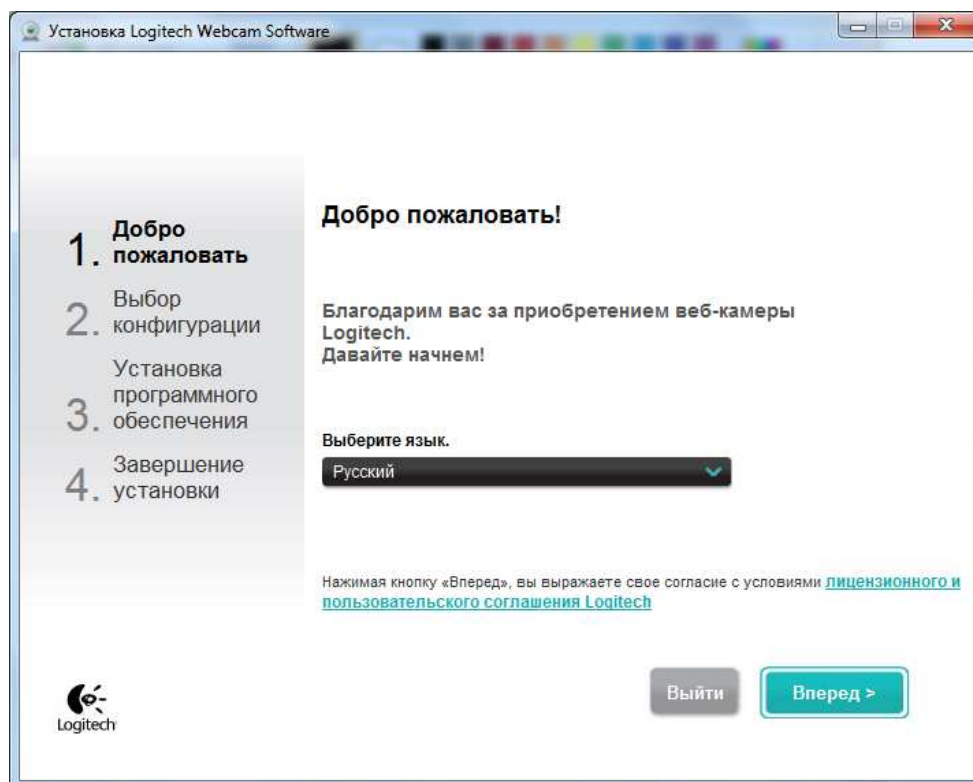

Рис. 14.
2. Дождаться появления окна (Рис.14 ). После прочтения лицензионного соглашения продолжить установку, нажав «Вперед»